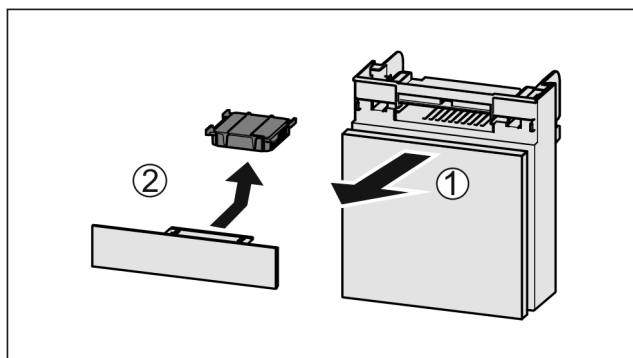

Fig. 162
- ▶ 向前拉出 Fig. 162 (1) 抽屉。
- ▶ 取出 Fig. 162 (2) 活性炭过滤器。